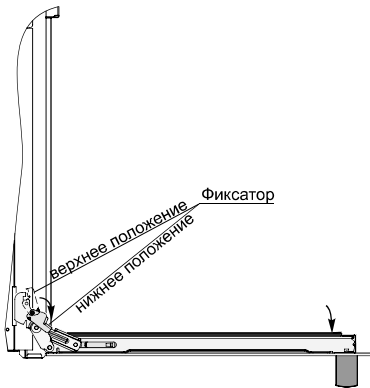

рис. 12
Для снятия дверцы духовки необходимо (см. рис. 12, 13, 14):
3. Прикрыть дверцу до упора, не прикладывая усилия, пока фиксатор не зафиксирует шарнир, см. рис. 12;